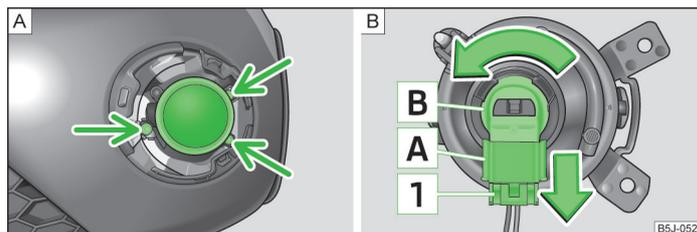

Abb. 160 Vorderer Stoßfänger: Nebelscheinwerfer / Nebelscheinwerfer: Glühlampe wechseln
- Mit dem Schraubendreher » Seite 188, *Bordwerkzeug* die Schrauben » Abb. 160 - **A** herausdrehen.
- › Die Sicherung **1** » Abb. 160 des Steckers **A** drücken und den Stecker aus der Fassung **B** herausziehen.